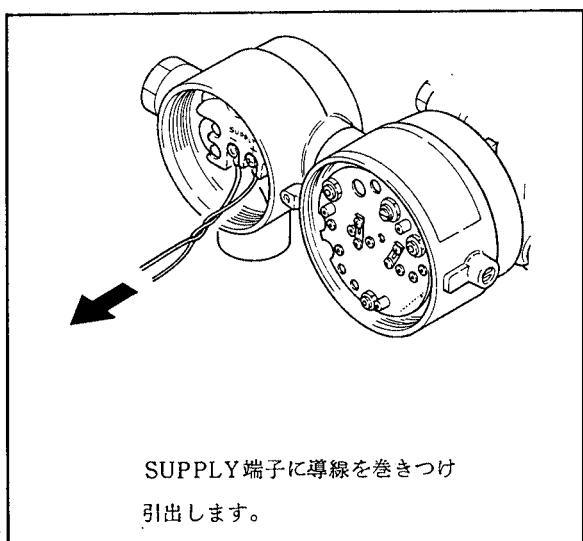

図6.6 ターミナルアセンブリの取りはずし
- (1) 電源を切ります。
- (2) 端子箱カバーおよび変換増幅部カバーを取りはずします。
- (3) 内蔵指示計が付加している場合は、6.5.1項を参照して取りはずします。
- (4) アンプユニットの出力端子ねじをゆるめ、リード線をはずします。ターミナルアセンブリの取りはず
- (6) 3本のターミナルアセンブリ取付ねじおよび接地端子を取りはずします。
- (7) ターミナルアセンブリを手で取りはずします。取りはずしにくい場合は、SUPPLY端子(+および-)に導線を巻きつけ、導線で引出してください(図6.6参照)。ターミナルアセンブリと端子箱は防水シールをしているため、しっかりした寸法で組み込まれているので、取りはずしにくい場合があります。
- (8) ターミナルアセンブリを取付ける場合は、まずリード線を通し、ターミナルアセンブリを所定の位置に納め、接地端子および取付ねじで固定します。
- (9) 電源等の配線を行ないます。
- (10) 6.5.2項を参照してアンプユニットを取付けます。リード線の圧着端子は、カバーを取付けた時にあらなりよう折り曲げてください。
- (11) 内蔵指示計を付加する場合は6.5.1項を参照して取付け、最後にカバーを取付けます。